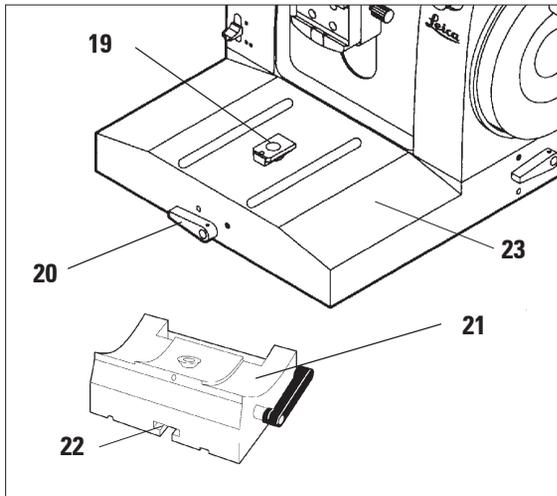

Fig. 10
- Gire o disco para avanço horizontal até que o acessório fixo para os prendedores de amostras (31) atinja a posição posterior limite (consulte o capítulo 5.5).
- Libere a alavanca de fixação (20, Fig. 10) localizada na parte frontal da placa da base do microtomo e deslize a base do porta-navalhas e o porta-navalhas para a posição imediatamente anterior à amostra.
Veja a Fig. 10, pág.17 ou a Fig. 26, pág. 28.